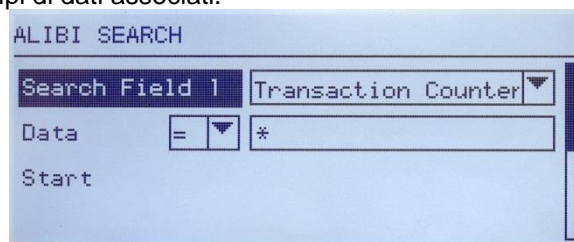

Figura B-1: Schermata Ricerca alibi
- 2 Viene visualizzata la schermata Ricerca (Search). La Figura B-1 mostra il Campo di ricerca 1 (Search Field 1), la prima delle due schermate di ricerca della memoria alibi. Tenere presente che la barra di scorrimento a destra indica la disponibilità di una seconda schermata. La seconda schermata contiene il Campo di ricerca 2 (Search Field 2) e i suoi campi di dati associati.